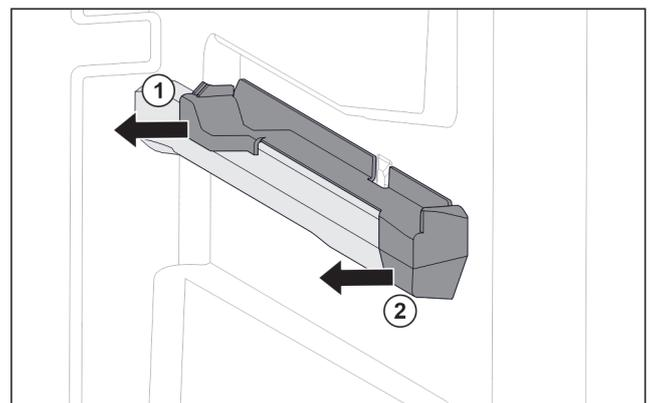

Fig. 58 Aufsteckteil auf der rechten Behälterrippe
- ▶ Aufsteckteil hinten zur Seite abziehen. Fig. 58 (1)
- ▶ Aufsteckteil vorne zur Seite abziehen. Fig. 58 (2)